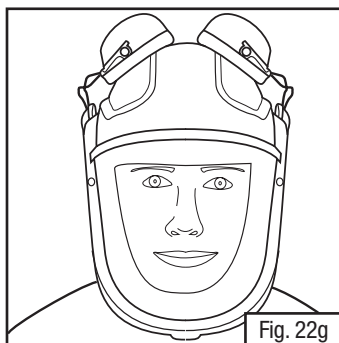

Fig. 22g
- **Parking (Estacionado):** Os protetores auriculares podem ser tirados do caminho, girando-os para o topo do capacete (Fig. 22g). Isto se o casco do capacete estiver limpo e livre de contaminantes. Deve ser tomado cuidado para assegurar que os protetores de espuma das conchas permaneçam limpos.